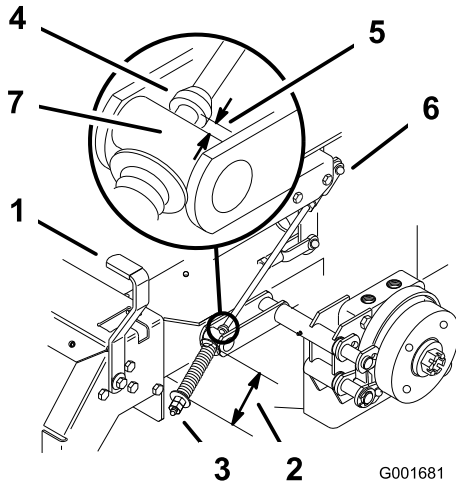

Figura 44
2. Mida la longitud del muelle; debe ser de 74 mm (2-3/4 pulg.) entre las arandelas (Figura 44).
- A. Afloje la contratuerca que está debajo del muelle y apriete la tuerca que está directamente debajo de la horquilla (Figura 44).
6. Mida la distancia entre el muñón y el collar de la varilla de freno. La medida debe ser de 5 a 7 mm (3/16 a 1/4 pulgadas) (Figura 44).
- B. Gire las tuercas de ajuste inferiores hasta obtener la medida correcta (Figura 44).